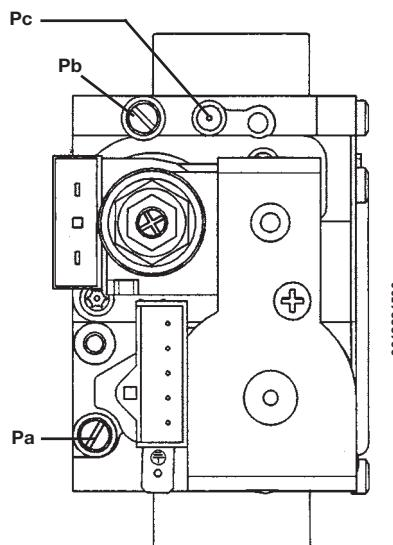

Figura 12
Modalitățile de calibrare a regulatorului de presiune sunt ușor diferite, în funcție de tipul de valvă de gaz utilizat (HONEYWELL sau SIT vezi figura 12).
- conectați priza de presiune pozitivă a unui manometru diferențial, dacă este posibil cu apă, la priza de presiune (Pb) a valvei de gaz (Figura 12). Conectați, numai în cazul modelelor cu cameră etanșă, priza negativă a aceluiași manometru la un racord "T" adecvat care să permită conectarea împreună a prizei de compensație a centralei, a prizei de compensație a valvei de gaz (Pc) și a manometrului. (O măsurare similară poate fi efectuată conectând manometrul la priza de presiune (Pb) și fără panoul frontal al camerei etanșe);
- verificați ca presiunea dinamică de alimentare a centralei, măsurată la priza de presiune (Pa) a valvei de gaz (figura 12) să fie cea corectă (37 mbar pentru propan sau 20 mbar pentru gaz natural).